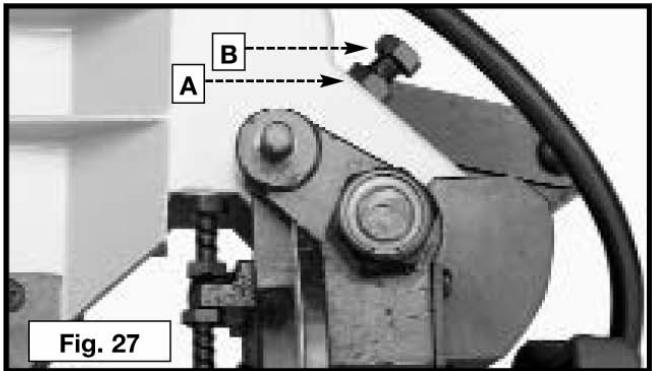

Fig. 27
Afrouxe a contraporca (A) Fig. 27 e gire o parafuso (B) no sentido horário para aumentar ou anti-horário para diminuir a tensão da mola. Após o ajuste, aperte a contraporca (A).